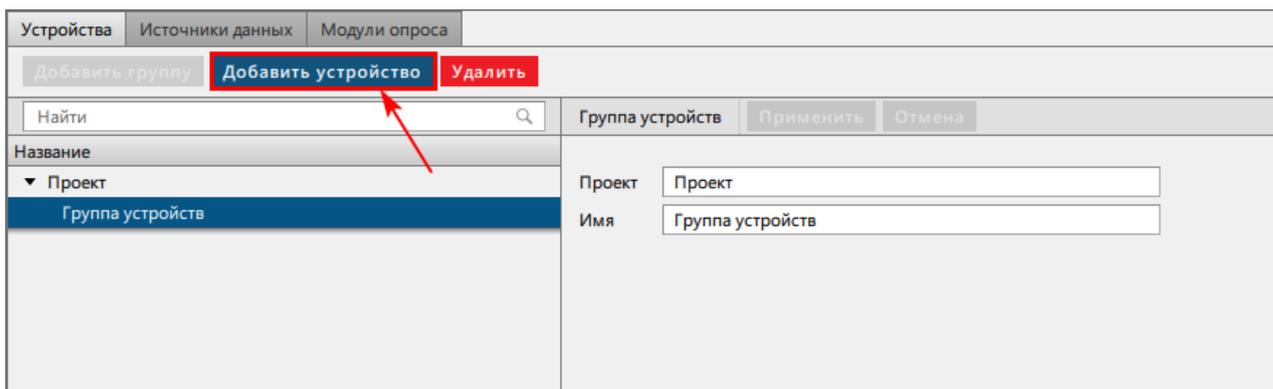

Рисунок 172 - Добавить устройство
3. Добавьте устройство (Рисунок 172).